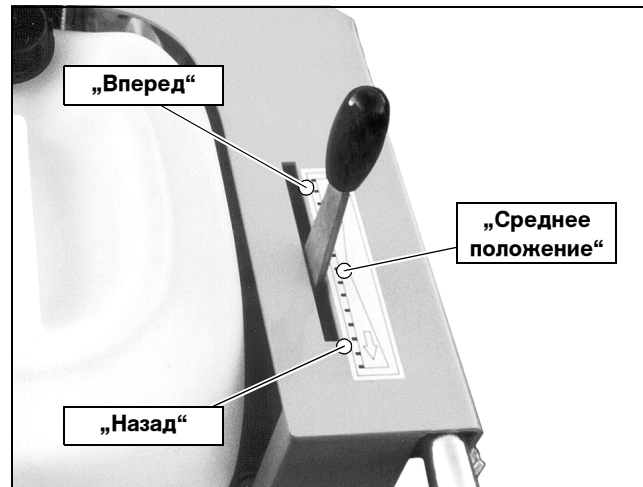

Рис. 5.1 Функционирование рычага подачи
1. Приведите рычаг подачи в положение „Mittestellung“ (среднее положение) (Рис. 5.1).
9. Медленно и осторожно выведите рычаг подачи (Рис. 5.1) вперед до достижения требуемой скорости машины. Подберите скорость перемещения машины таким образом, чтобы при резке обороты двигателя снижались незначительно.